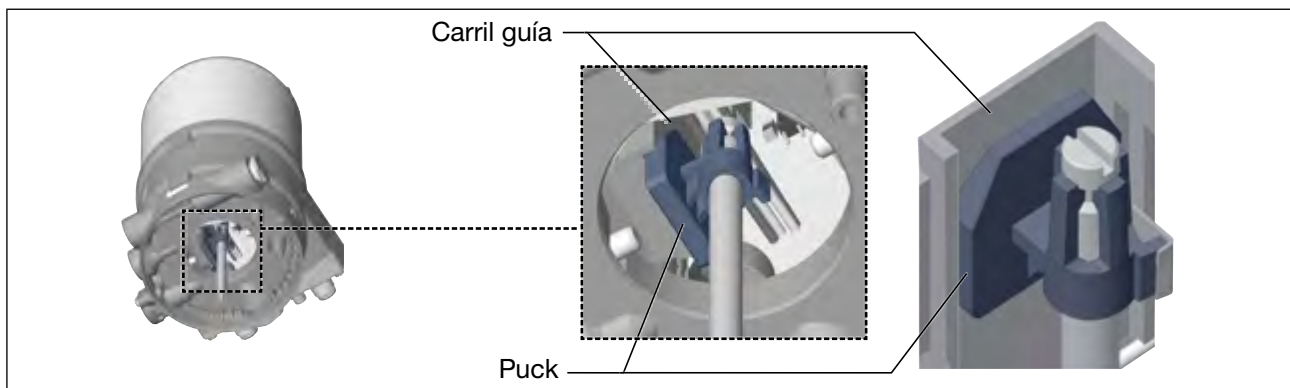

Imagen 16: Orientación del sensor
2. Alinee el sensor del actuador con el carril guía del Tipo 8692, 8693 (consulte Imagen 16)